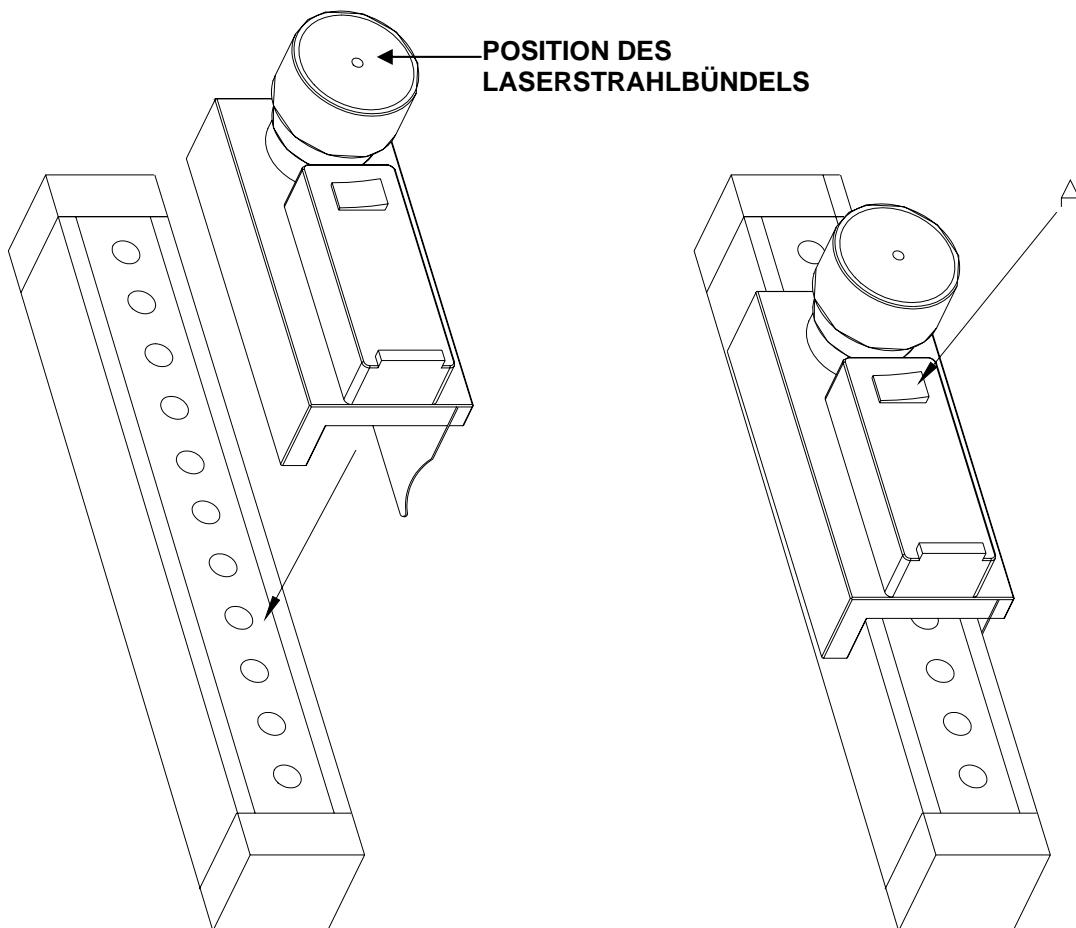

Abbildung 1
- Das LAD4 entlang der Vertikalachse von der Seite des optischen Fensters her am Sender befestigen (**sh. Abb. 1**). Von der korrekten Verbindung zwischen dem Gerät und den Lichtschranken hängt das Ergebnis der Ausrichtung ab.
- Das Gerät über den ON/OFF-Schalter einschalten (**Abb. 1, Detail A**).